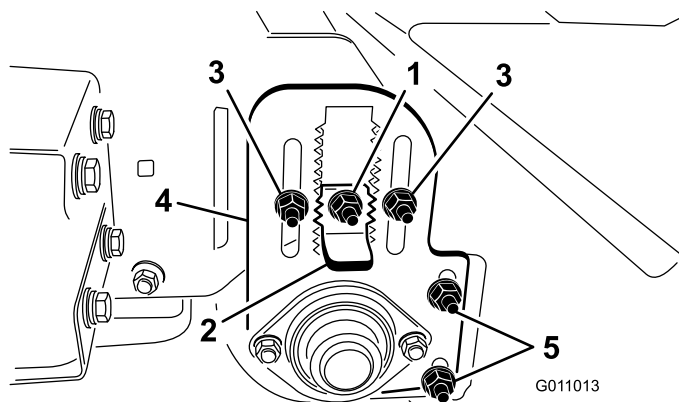

Figura 18
3. Allentate il dado di bloccaggio sulla chiave di regolazione dell'altezza (Figura 18) in modo da potere estrarre la chiave di 12,7 mm circa.
4. Allentate i dadi di bloccaggio della regolazione dell'altezza del rullo (Figura 18).
5. Estraete la chiave di regolazione dell'altezza e alzate o abbassate il rullo posteriore facendo scorrere la piastra di regolazione dell'altezza del rullo fino all'altezza richiesta (Figura 18).
Il raschiarulli (Figura 18) deve essere regolato in modo che disti 1,5 mm dal rullo. Allentate i dadi di regolazione del raschiarulli, posizionate il rullo come opportuni e serrate i dadi.